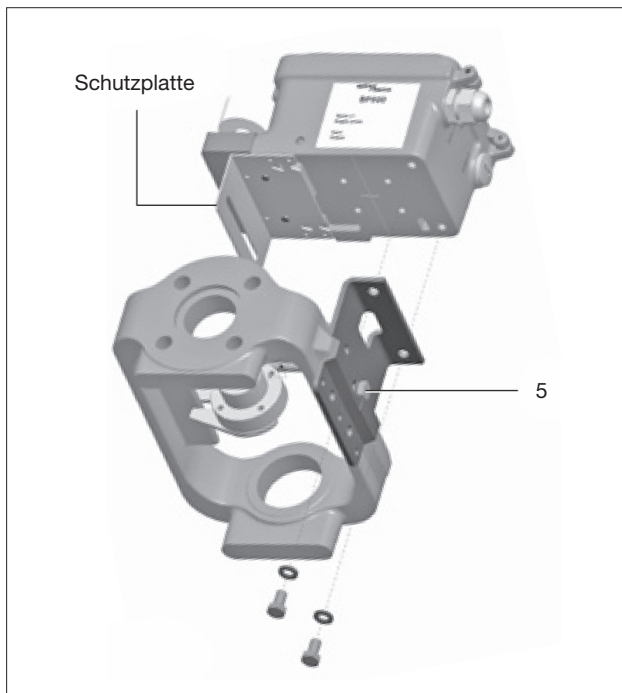
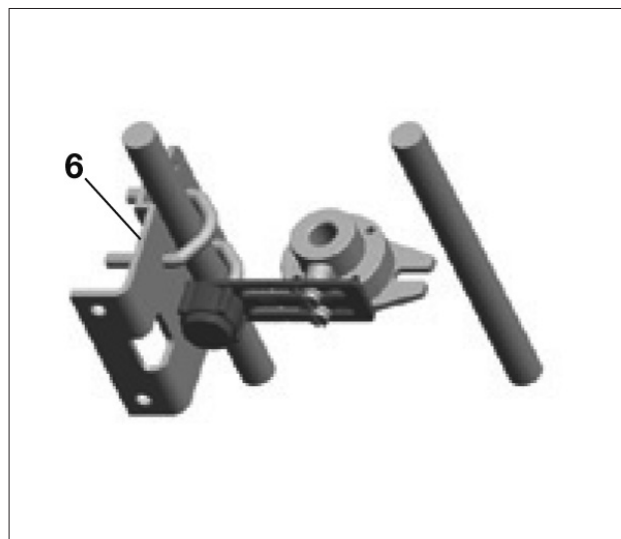

Bild 13
Bild 16
8. Nachdem der Stellungsregler korrekt positioniert wurde, sind die Schrauben (5), siehe Bild 13 bzw. Muttern (6), siehe Bild 16, festzuziehen. Das Anzugmoment sollte zwischen 10 und 12Nm betragen.